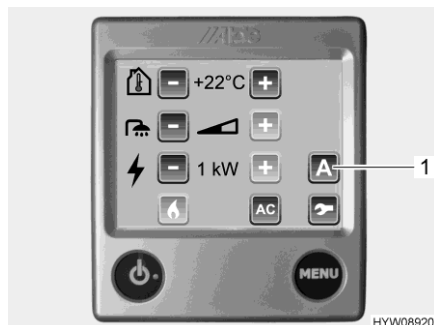

Bild 123 Inställningsmeny (extra fläkt)
Den extra fläkten styrs med kontrollenheten (Bild 123) av varmvatten-värme-systemet.
- Tryck på knappen "A" (Bild 123,1). Funktionerna visas.